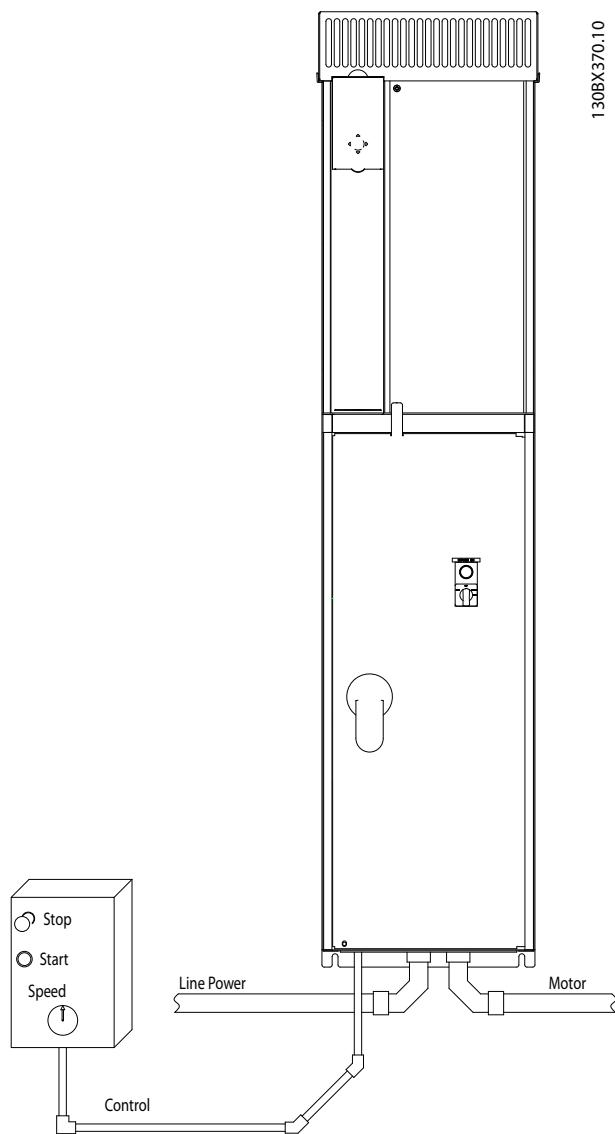

图 2.3 使用线管执行正确电气安装的示例
- 由于电动机线路带有高频电流, 因此主电源、电动机功率以及控制线路必须单独布线。 请使用金属线管或单独的屏蔽线。 请参阅 图 2.3。 如果不隔离功率、电动机和控制线路, 将可能影响设备的性能。